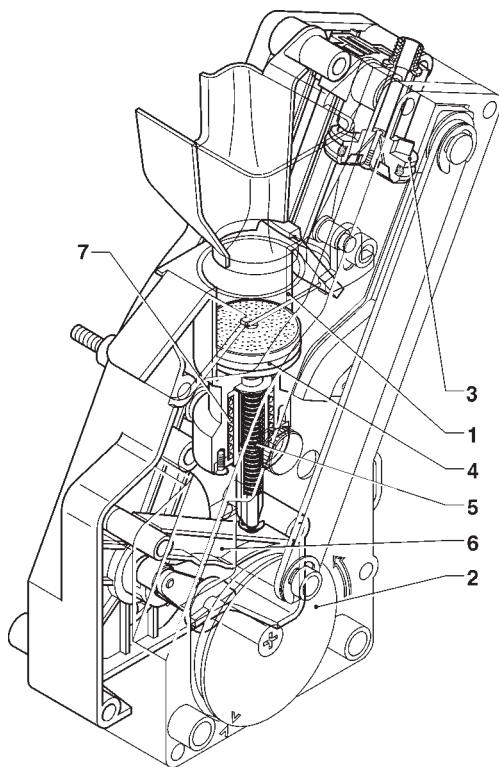

Fig. 16
Quand la dose de produit moulu est atteint, le motoréducteur reliant la manivelle (2) au groupe effectue une rotation de 180° en provoquant l'oscillation de la chambre d'infusion et la descente du piston supérieur (3) (voir fig. 16).